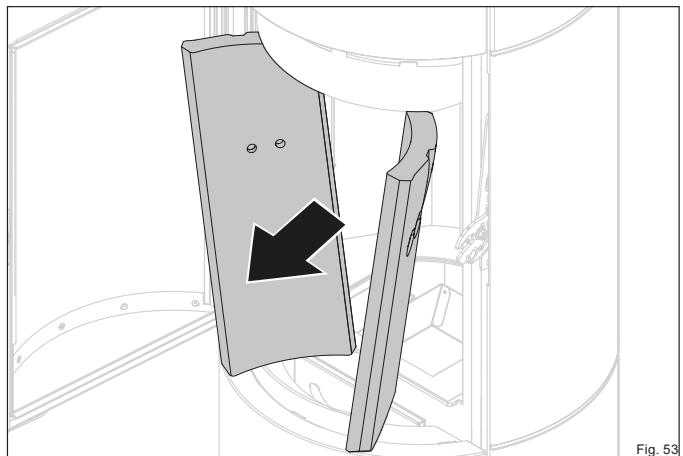

Fig. 53
- Retirez les deux pierres thermique latérales (Fig. 53).